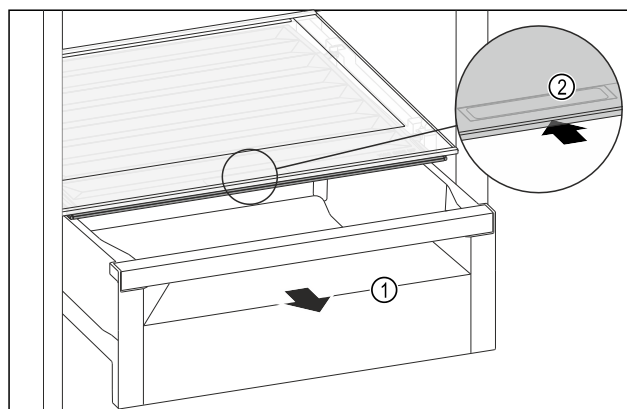

Fig. 105
- Schubfach Fig. 105 (1) herausziehen.
- Griffmulde Fig. 105 (2) am Fachdeckel anfassen und Fachdeckel gleichzeitig nach hinten schieben.